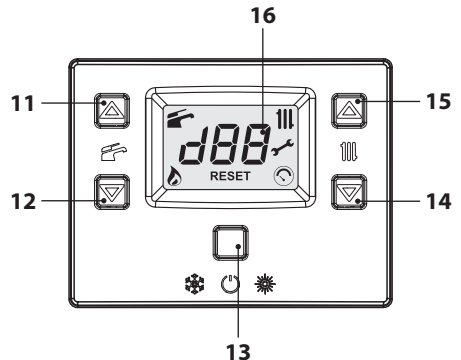
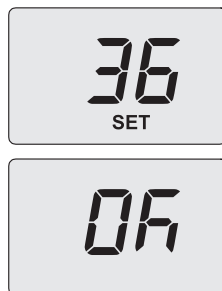

Figura 5.38
Figura 5.41
- Entrare in "modalità programmazione" premendo contemporaneamente per 10 secondi i tasti 13-14-15 (Figura 5.38) fino a far apparire sul display LCD le lettere **Pr** che si alternano al numero del parametro **01**, indicanti l'entrata nel "parametro 01" (Figura 5.39).
- Utilizzando i tasti 11 o 12 è possibile modificare il valore del parametro 10 da **00=0s** a **100=500** (ogni aumento o diminuzione di una unità sul display corrisponde a 5 secondi). Es. 36=180 secondi. Sul display compare la scritta **"SET"** (Figura 5.41).
- Premendo il tasto 13 (Figura 5.38) si ottiene la conferma del valore inserito. Sul display appare per 3 sec. la scritta **"Ok"** (Figura 5.41), per poi visualizzare la lista dei parametri.
- Per uscire, premere il tasto 13 (Figura 5.38) e togliere l'alimentazione elettrica.